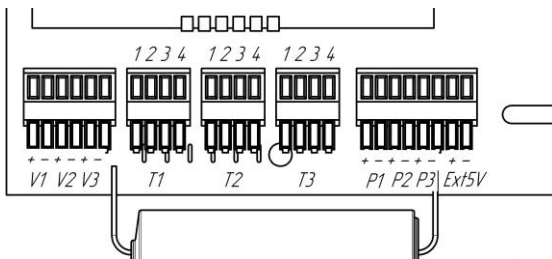
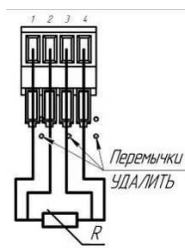
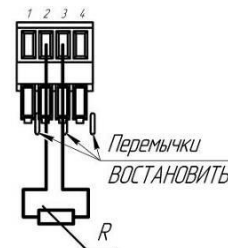
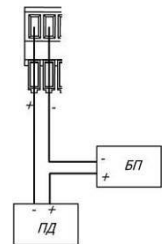

рис. 4.9
рис. 4.10
рис. 4.11
рис. 4.12
- аккуратно, с помощью отвертки, разрушить герметизирующую перемычку гермоввода, провести кабель через гермоввод, подключить к входным клеммам. В том случае, если выход подключаемого преобразователя расхода имеет полярность - следует соблюсти полярность. Расположение входных клемм изображено на рис. 4.9. Схемы подключения термометров сопротивления - на рис. 4.10 и рис. 4.11. Схема подключения преобразователя давления - на рис. 4.12. Клемма Ext5V служит для подключения внешнего источника питания.